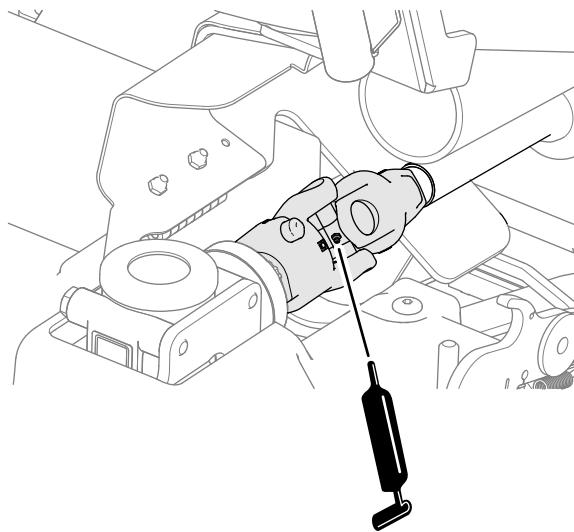

Рисунок 52
- Передняя крестовина карданного вала редуктора газонокосилки (Рисунок 52)